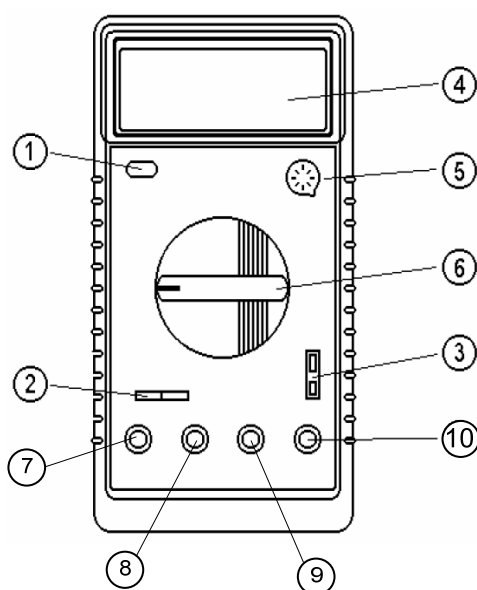

Рис. 4. Схема лицевой панели цифрового мультиметра Mastech MY64:
1. Соединить контакт К1 выхода Автотрансформатора с гнездом 8 мультиметра (рис. 4).
3. Соединить гнездо 9 мультиметра (рис. 4) с контактом К1.1 электромагнитного Амперметра панели «Приборы магнитоэлектрические».
2. Соединить контакт К1.2 панели «Наборное поле» с гнездом 10 мультиметра (рис. 4).
4. Соединить гнездо 9 мультиметра (рис. 4) с контактом К3.1 панели «Наборное поле».